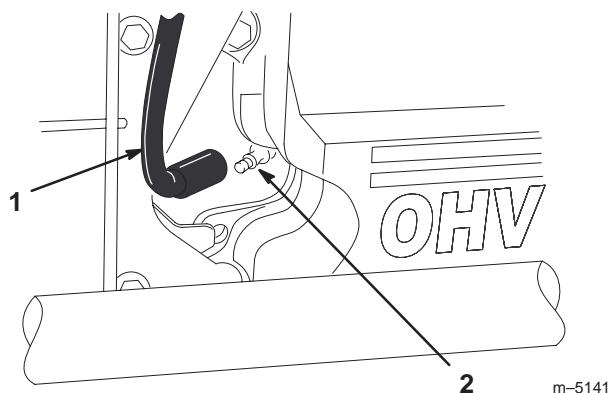

Figure 22
3. Débranchez les fils des bougies (Fig. 22). Nettoyez la surface autour des bougies pour éviter que des impuretés n'endommagent le moteur en tombant à l'intérieur.
3. Connectez les fils aux bougies (Fig. 22).